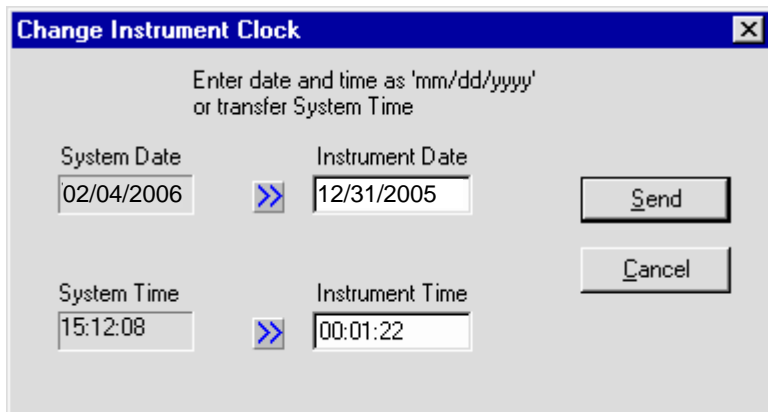

Abb. 3-14: Zeit/Datum Programmierung mit TRAKPRO Datenanalyse-Software
2. Im Menü der TRAKPRO Software, wählen Sie **Parameters, Instrument Setup, Clock**. Die Software liest die aktuellen Datums- und Zeiteinstellungen vom Gerät aus. Siehe dazu Abb. 3-14: